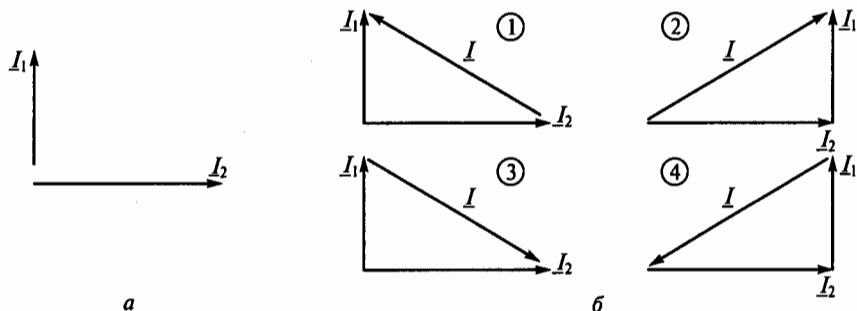

Рис. 82
**3.20.** Какая из четырех векторных диаграмм на рис. 82, б правильно определяет сумму  $I$  векторов  $I_1$  и  $I_2$ , показанных на рис. 82, а?